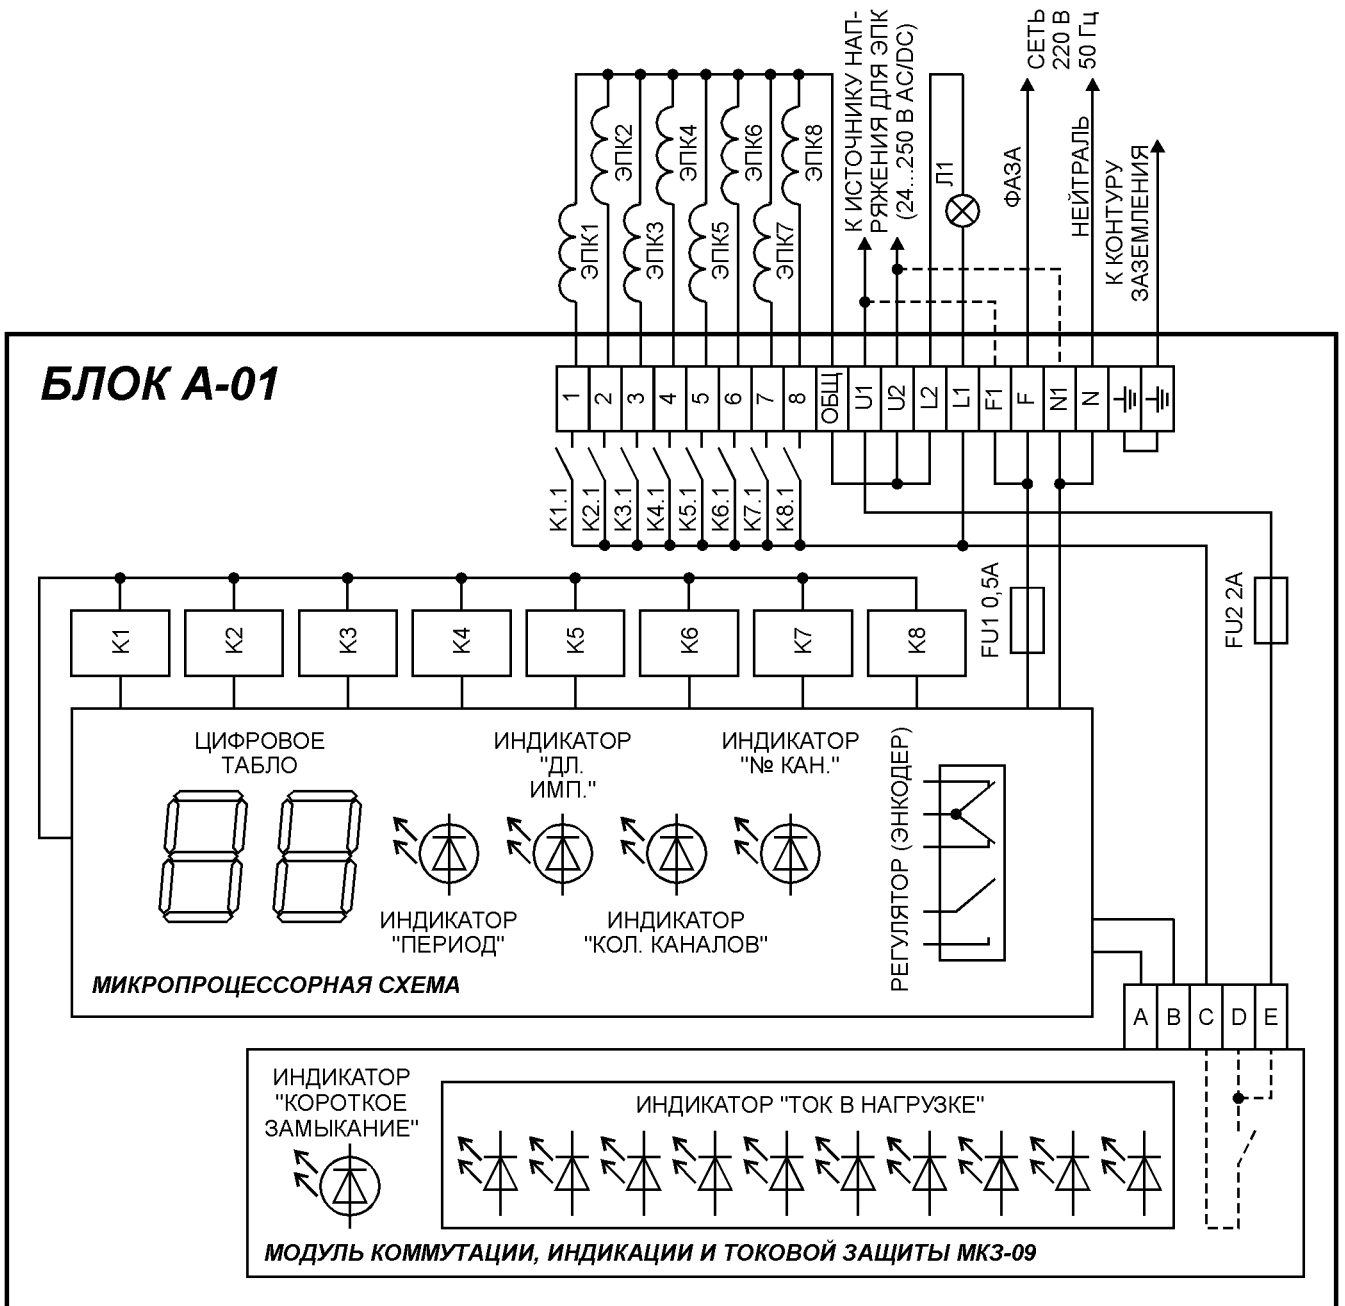

Рис. 2. Схема подключения и органы управления блока А-01.
Схема подключения, органы регулировки и индикации блока А-01 показаны на рис. 2.
7.4. Управляющие провода ЭПК подключаются к клеммам 1 - 8 (при количестве каналов – 8). Если число рукавов фильтра-циклона меньше 8, то для подключения ЭПК необходимо использовать соответствующее количество клемм блока, начиная с клеммы 1 (см. рис. 2).
7.6. К клеммам «U1» и «U2» при необходимости подключается внешний источник питания для ЭПК. Выходное напряжение источника должно на 6...7 В превышать номинальное рабочее напряжение применённых ЭПК и находиться в диапазоне от 24 до 250 В постоянного или переменного тока. Клемма «U2» внутри блока соединена с общим проводом всех ЭПК, поэтому при использовании ЭПК постоянного тока необходимо соблюдать требуемую для них полярность. Если катушки ЭПК рассчитаны на напряжение промышленной сети переменного тока (187 – 242 В, 49 – 51 Гц), то дополнительный источник питания не нужен: в этом случае внешними перемычками клемма «U1» соединяется с клеммой «F1», а клемма «U2» - с клеммой «N1». Эти соединения показаны на рис. 2 пунктирными линиями.